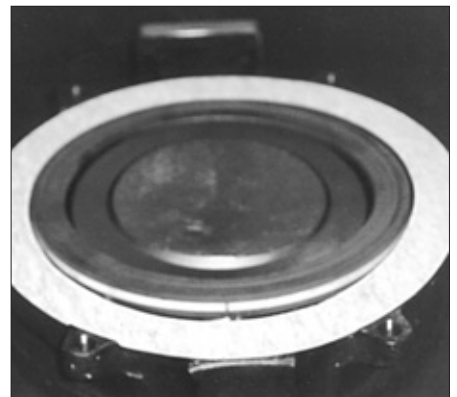

图7 - 阀座固定密封垫片正确放置示意
3. 对于支耳式阀体, 将阀座垫环 [22] 的孔与阀体上的孔对齐。[见图7]